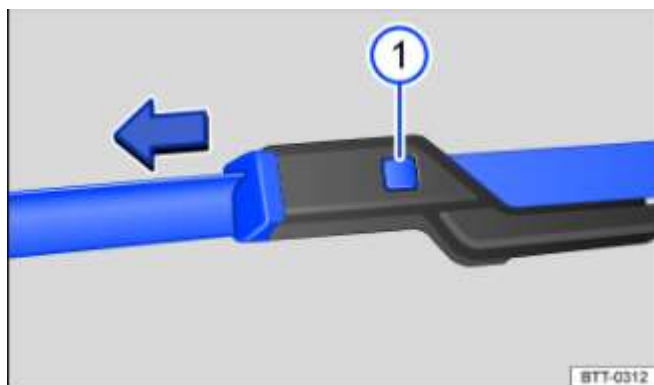

Fig. 165 Remplacement des balais d'essuie-glace du pare-brise
- Maintenez la touche de déverrouillage enfoncée et retirez simultanément le balai d'essuie-glace dans le sens de la flèche → Fig. 165 (1).